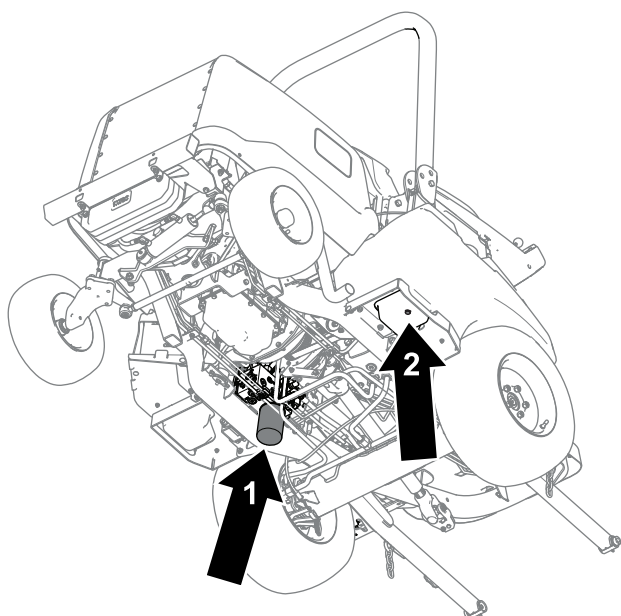

Bild 80
4. Nehmen Sie die Ablassschraube unten am Behälter ab und lassen Sie die Hydraulikflüssigkeit in die Auffangwanne ablaufen (Bild 80).
6. Stellen Sie eine Auffangwanne unter den Filter (Bild 80), entfernen Sie den Filter und lassen Sie das restliche Öl in die Auffangwanne laufen.